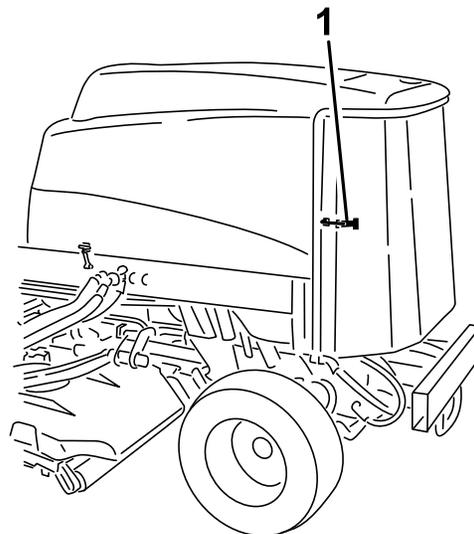

Figura 78
3. Sbloccate la griglia posteriore ed apritela (Figura 78).